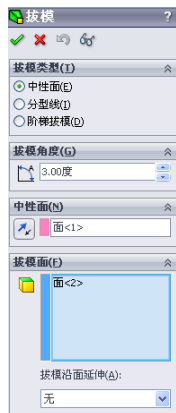
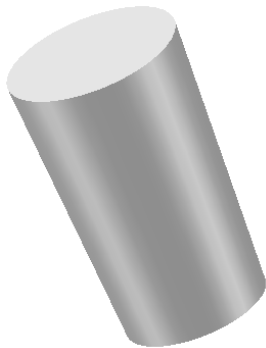

图 6-127 “拔模”属性管理器
图 6-128 拔模结果
(4) 拔模实体。选择菜单栏中的“插入”→“特征”→“拔模”命令, 或者单击“特征”工具栏中的 (拔模) 按钮, 此时系统弹出如图 6-127 所示的“拔模”属性管理器。在视图图中选择拉伸体的下表面为中性面, 外表面为拔模面, 输入拔模角度“3”, 单击属性管理器中的 (确定) 按钮, 结果如图 6-128 所示。